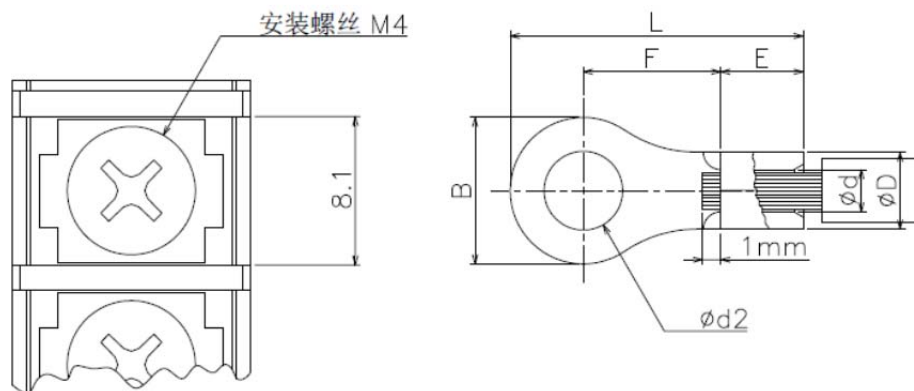

图 2.6b 压着端子
- 端子台宽度为 8.1mm，使用 M4 螺丝，请使用如图 2.6b 所示的 $B < 8.1\text{mm}$ 且 $d2 > 4\text{mm}$ 圆形压着端子。
- 根据端子的种类和形状，剥线尺寸有所不同，请参照各种端子的说明书。图 2.6b 是以圆形压着端子为例。